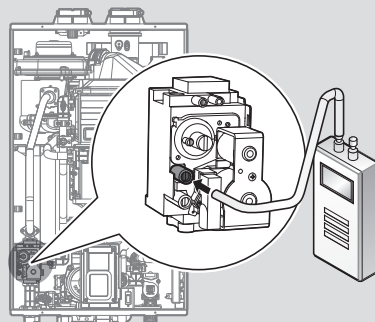

Figure 9
- Ouvrez la lumière de refoulement en desserrant la vis de deux tours comme illustré à la figure 9.